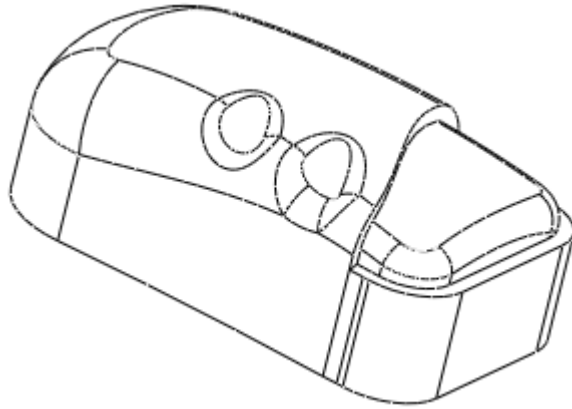

图 42-29
- (3) 单击  按钮，完成草图绘制，返回特征操控板，调整材料拉伸方向，单击  按钮，完成特征建立，如图 42-29 所示。